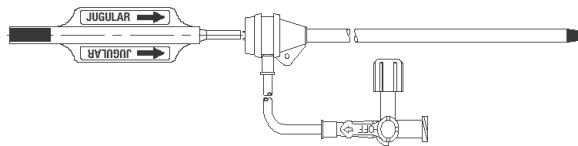

図 4
- (14) サイドポートチューブから空気を吸引除去する。
(15) 選択した静脈の挿入部位に従い、予定される挿入部位の矢印が、イントロデューサーの止血弁を示していることを確認する。(図 4)
(16) フィルターが収納されているストレージチューブの適切な端を、イントロデューサーの止血弁のできるだけ奥まで挿入する。(図 4)